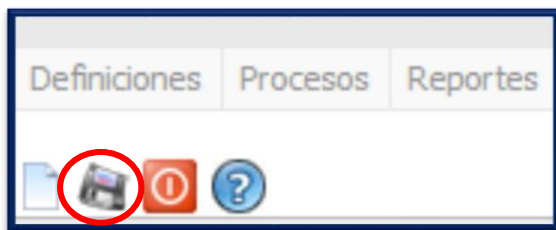

Imagen 57: Icono Guardar de la Barra de Herramientas.
34.- Por último, una vez que se tiene registrado el Artículo se le debe hacer clic en el **Icono “Guardar”** (imagen 57), el cual se encuentra resaltado dentro